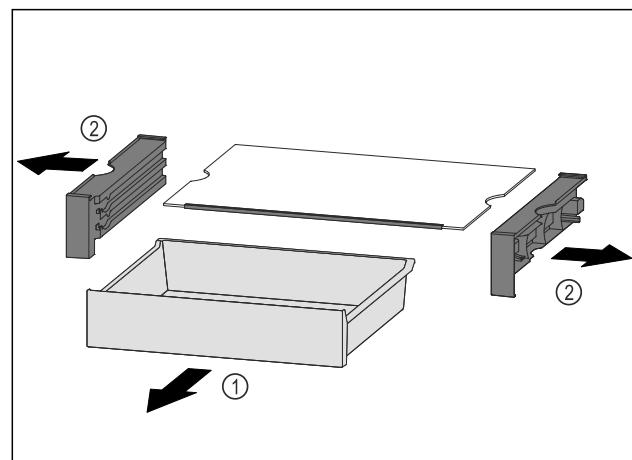

*Fig. 112*
- VarioSafe im Kühlteil schräg stellen. *Fig. 112 (1)*
- VarioSafe nach vorne entnehmen. *Fig. 112 (2)*